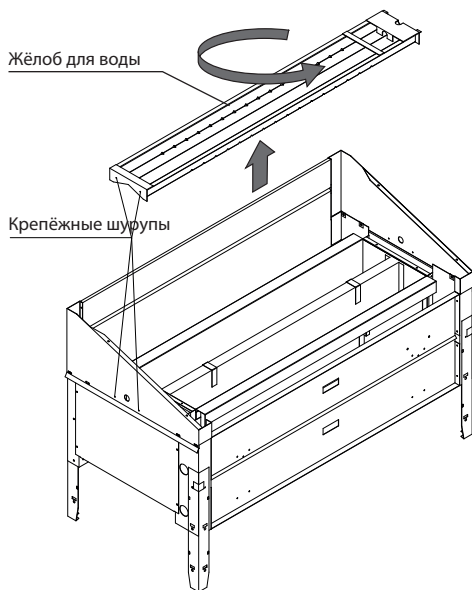

Рис. 5
- **Внимание:** При необходимости также разверните внутренний жёлоб, так чтобы уклон шел от точки подключения воронки (см. § 6, рис. 5).
- Удалить 4 фиксирующих шурупа (рис. 5)